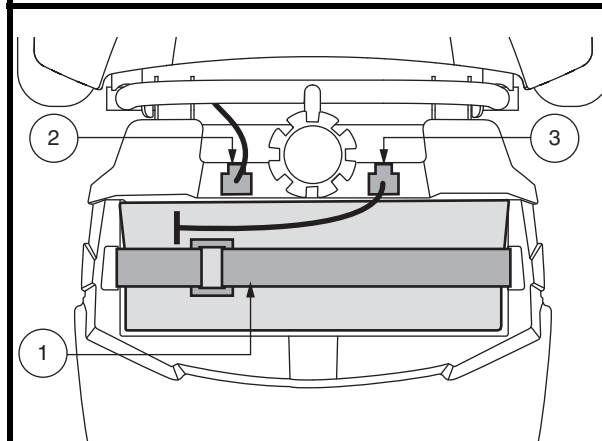

Figura 16. Fascetta di fissaggio delle batterie
1. Scollegare il cavo della batteria e rimuovere il pacco batteria da Travel Scooter. Vedere figura 16.
2. Scollegare le cinghie della batteria e la fascetta di fissaggio, quindi rimuovere la batteria dal miniscooter. Vedere figura 16.